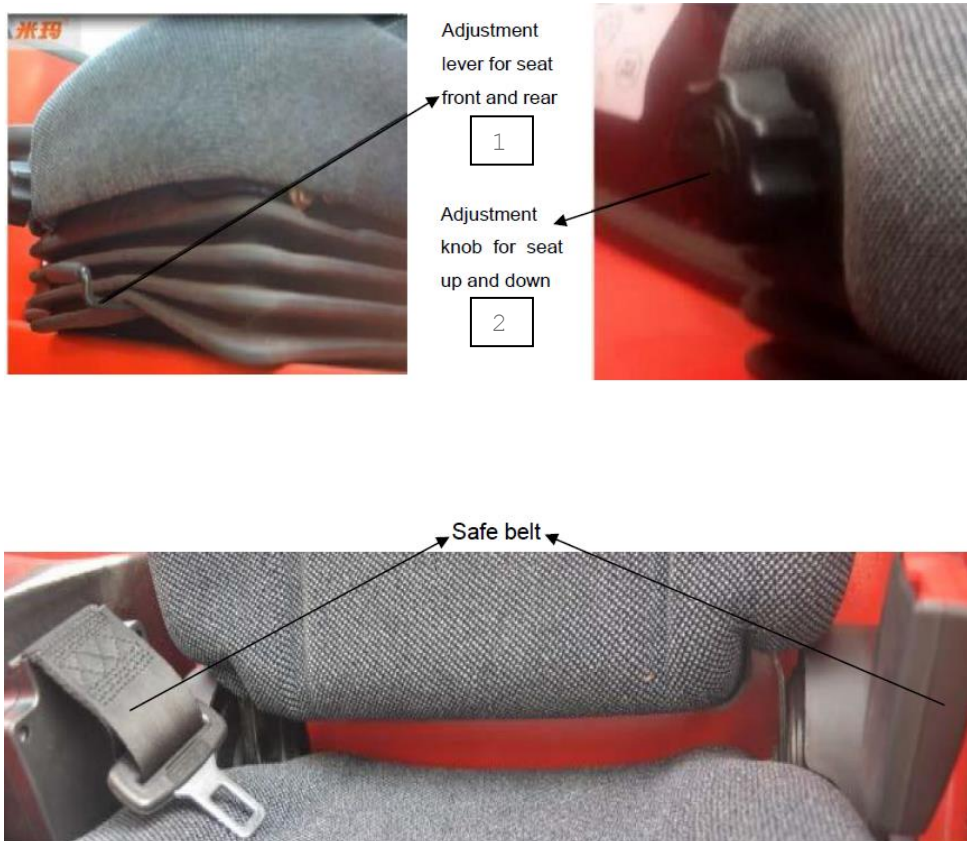

Рис. 4-2-10:
10. Регулируемое сидение с функцией OPS (см. Рис. 4-2-10) для удобства водителя.